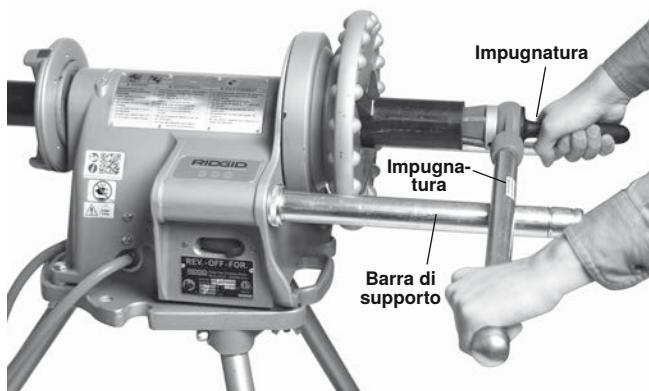

Figura 16 – Alesaggio di tubi con alesatore manuale (mantenere l'impugnatura dell'alesatore a contatto con la barra di supporto)
2. Inserire l'alesatore nell'estremità del tubo come mostrato in *Figura 16*. Appoggiare l'impugnatura dell'alesatore sulla barra di supporto lato interruttore e afferrare l'impugnatura dell'alesatore con la mano destra.